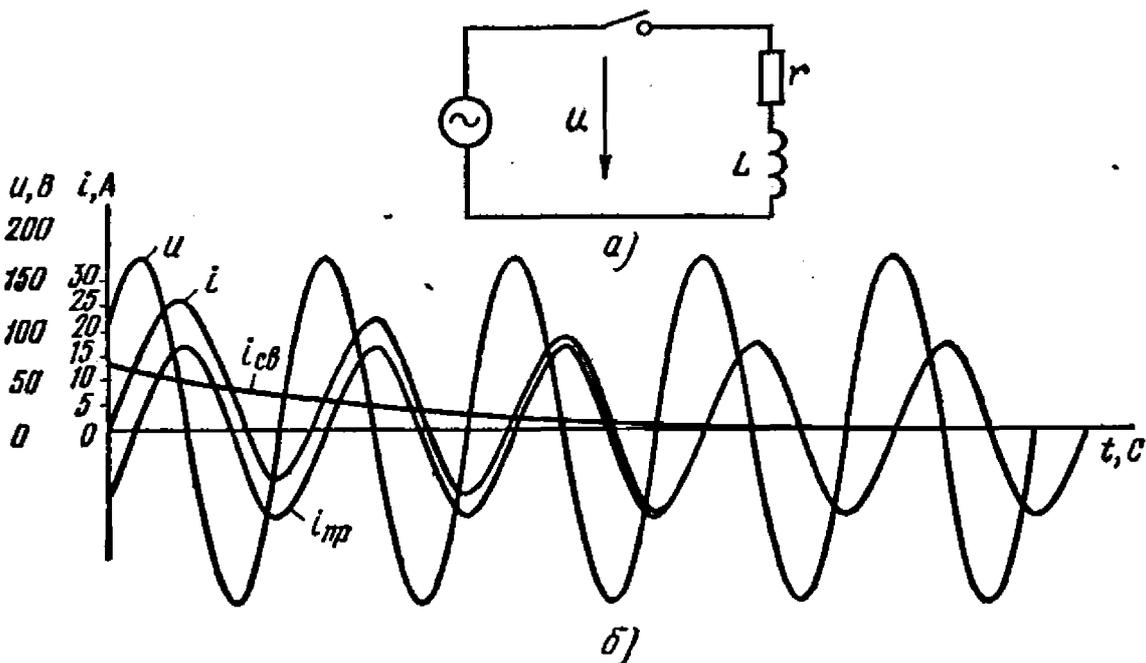

Рис. 7.19
7.19. Определить наибольшее мгновенное значение тока в катушке, сопротивление которой $r = 1 \text{ Ом}$ и индуктивность $L = 31,4 \text{ мГ}$, при включении ее в сеть синусоидального напряжения $U = 120 \text{ В}$ (рис. 7.19, а). Включение происходит в момент, когда мгновенное значение напряжения равно половине его положительного амплитудного значения. Частота сети $f = 50 \text{ Гц}$.
По этому уравнению построены кривые зависимости токов $i_{\text{пр}}$, $i_{\text{св}}$ и i от времени (рис. 7.19, б). Из графика видно, что наибольшее мгновенное значение тока в цепи равно 26 А.